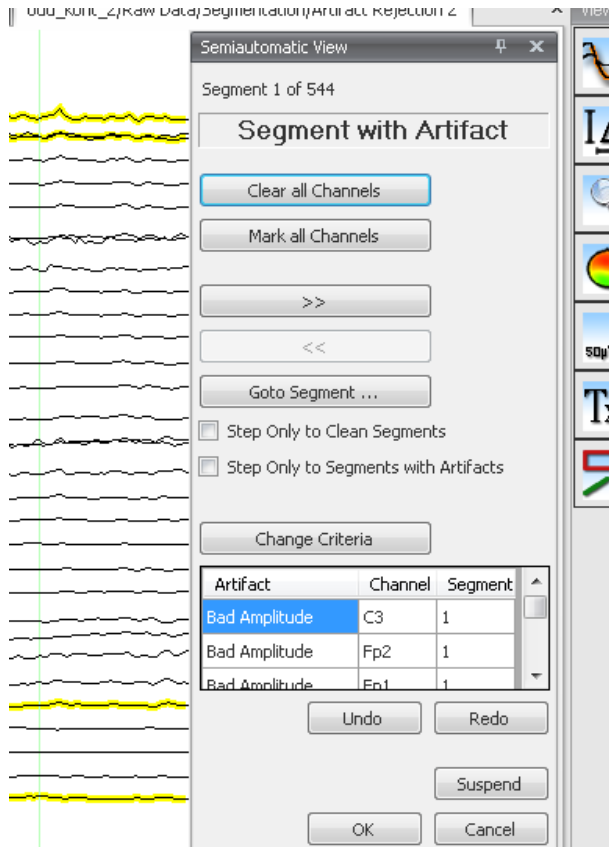

ABB. 12—22 ARTEFAKTVERWERFUNG, MANUELLE SEGMENTAUSWAHL, OPTION „MARK BAD SEGMENTS... AKTIV“, TEMPORÄRE BENUTZEROBERFLÄCHE
- Die Anzeige der aktuellen Segmentnummer (in Abb. 12—22 **Segment 1 of 544**);